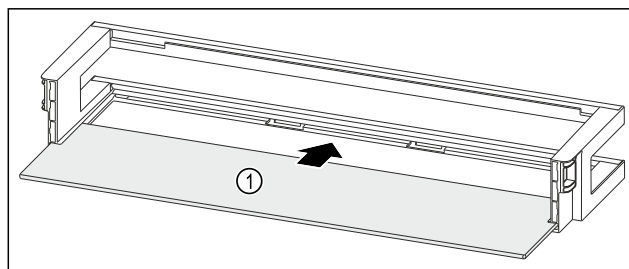

Fig. 250 Polica u vratima s policom za odlaganje
- Umetnite policu Fig. 250 (1) u bočna udubljenja.